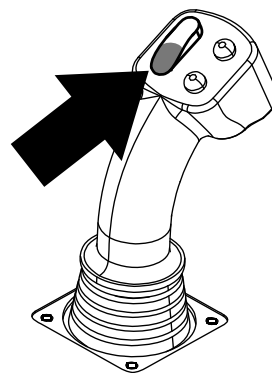
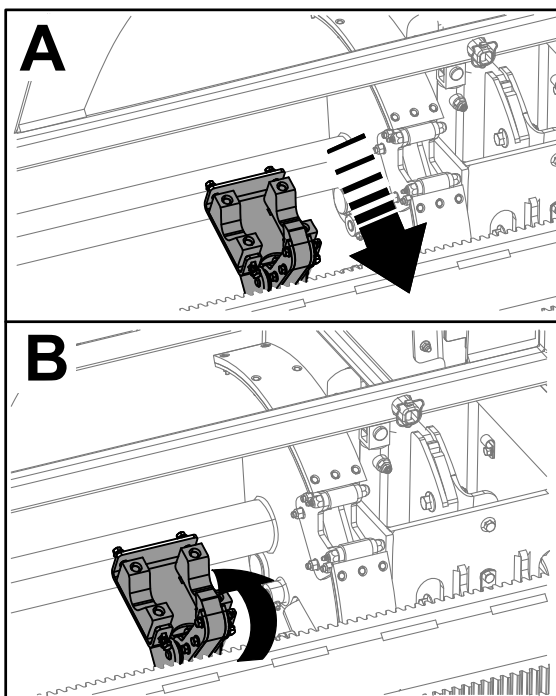

Figure 33
Figure 34
7. Maintenez le bas de l'interrupteur à bascule enfoncé (Figure 33) jusqu'à ce que les bras du chargeur tournent vers le porte-tiges. En passant la came, les pinces se referment sur la tige et l'amènent au train de tiges (Figure 34).